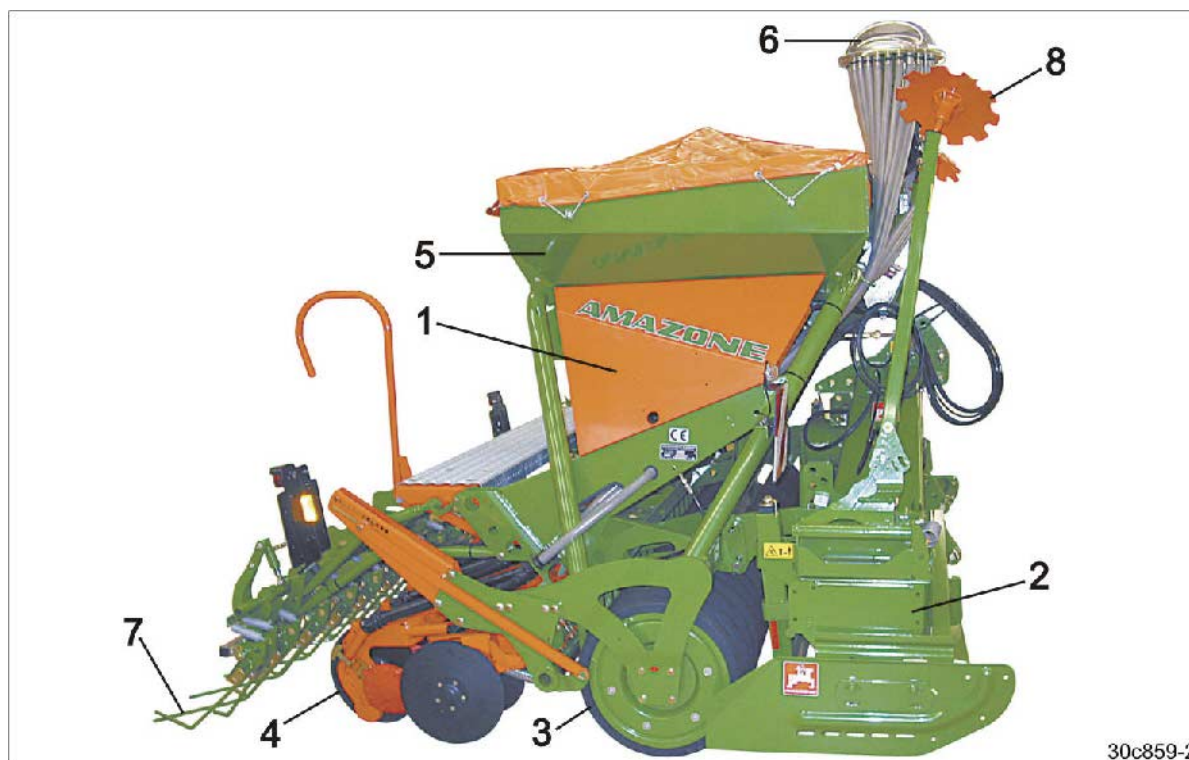

Рис. 20
Пневматическая насадная сеялка AD-P Super (Рис. 20/1) с катком с клиновидными дисками (Рис. 20/3) или зубчатообразным катком используется в качестве составной части агротехнической комбинации вместе с почвообрабатывающим агрегатом.
- роторным культиватором AMAZONE (Рис. 20/2) или
Мульчированный посев с роторным культиватором (Рис. 20/2) возможен, если сеялка AD-P Super оснащена сошниками RoTeC (Рис. 20/4).
Посевной материал перевозится в семенном бункере (Рис. 20/5).
Воздушный поток транспортирует семена к распределительной головке (Рис. 20/6), которая равномерно разделяет семена на все
сошники (Рис. 20/4).
Семена укладываются в почву, подуплотненную полосами катком с клиновидными дисками (Рис. 20/3). В качестве альтернативы используется зубчатый уплотнительный каток.
Посевной материал покрывается рыхлой почвой с помощью выравнивателя типа "Ехакт" (Рис. 20/7).
Прохождение загонки маркируется по центру трактора маркерами (Рис. 20/8).